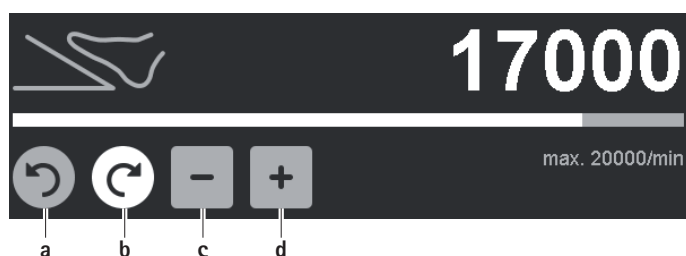

Fig. 6 Modificación del límite superior de velocidad/sentido de giro
- Cambio del sentido de giro (excepto en el taladro GA844): Accionar la tecla de sentido de giro gris inactivo en sentido horario/ giro a izquierdas **a/b**, ver Fig. 6.